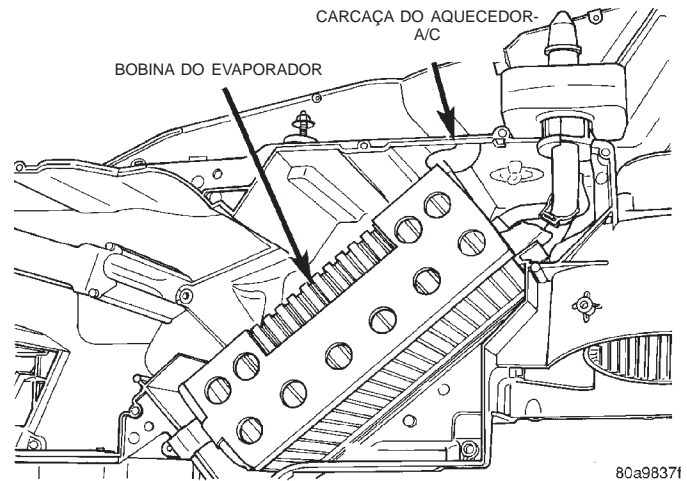

Fig. 63 Remoção/Instalação da Bobina do Evaporador
- (1) Remova a carcaça do aquecedor-A/C do veículo e retire sua tampa. Consulte "CARCAÇA DO AQUECEDOR-A/C", na seção "REMOÇÃO E INSTALAÇÃO" deste grupo, para obter os procedimentos.
- (2) Retire a bobina do evaporador da carcaça do aquecedor-A/C (Fig. 63).